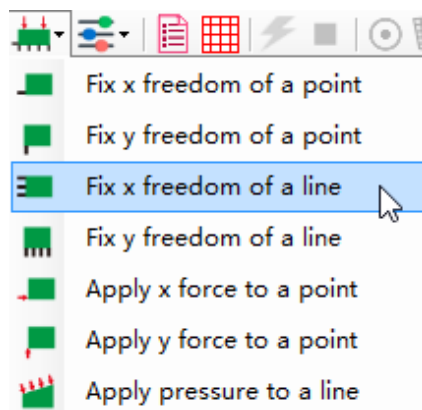
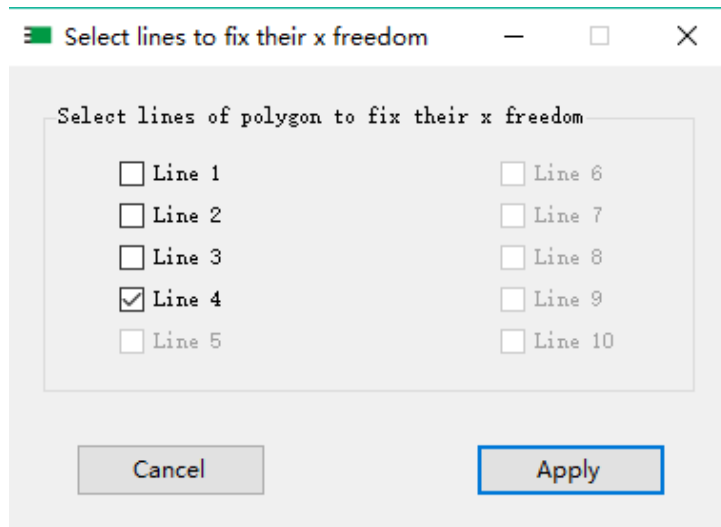

图 11 Fix x freedom of a line 操作程序截图
图 12 Select lines to fix their x freedom 窗口设置
(4) 设置边界条件。边界条件可通过工具栏上的按钮设置。单击 *Fix x freedom of a line* 按钮来给模型左边界施加  $x$  方向位移约束，如图 11 所示。接着在 *Select lines to fix their x freedom* 对话框中选择 *Line 4*，如图 12 所示。